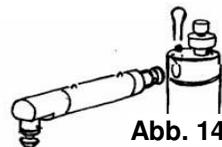

Abb. 14
- Nehmen Sie die Garniertülle ab und ziehen Sie die Verschlusßgabel aus dem Ventilkopf. Ziehen Sie das Schlagsystem mit leichten Drehbewegungen aus dem Ventilkopf. (Abb. 14)